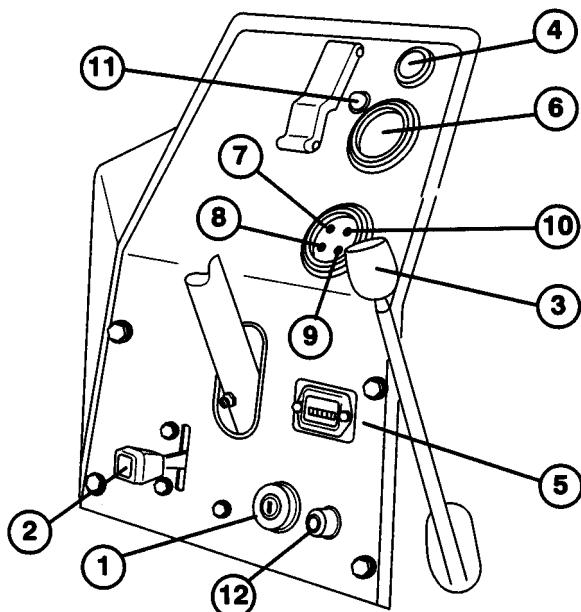

図10
## 始動スイッチ（図10）
## スロットル（図10）
## カッティングユニット昇降レバー（図10）
## リール回転スイッチ（図10）
## アワーメータ（図10）
## 水温計（図10）
## エンジンオイル圧警告ランプ（図10）
## オーバーヒート警告ランプ（図10）
**充電警告灯（図10）**
**グローインジケータ（図10）**
**冬期始動用ボタン（図10）**